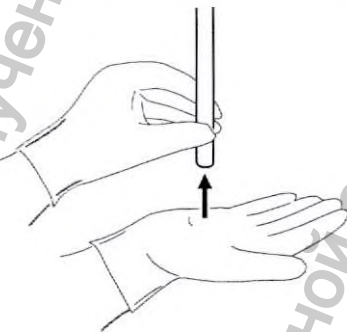

Рис. 5.5
4. Разместите дистальный конец эндоскопа на расстоянии примерно 1 см от своей ладони, а затем отдалите его от ладони примерно на 5 см. Следите за изображением на мониторе, чтобы убедиться в одинаковой яркости для обоих расстояний (Рис. 5.5).